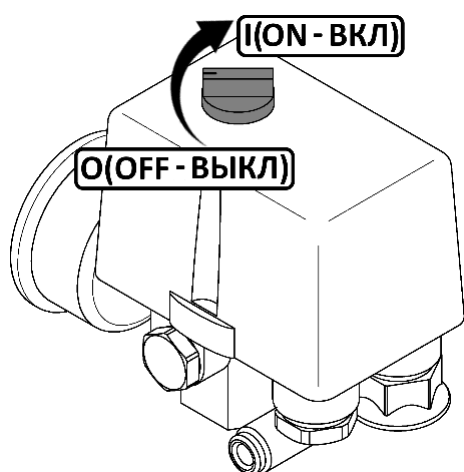
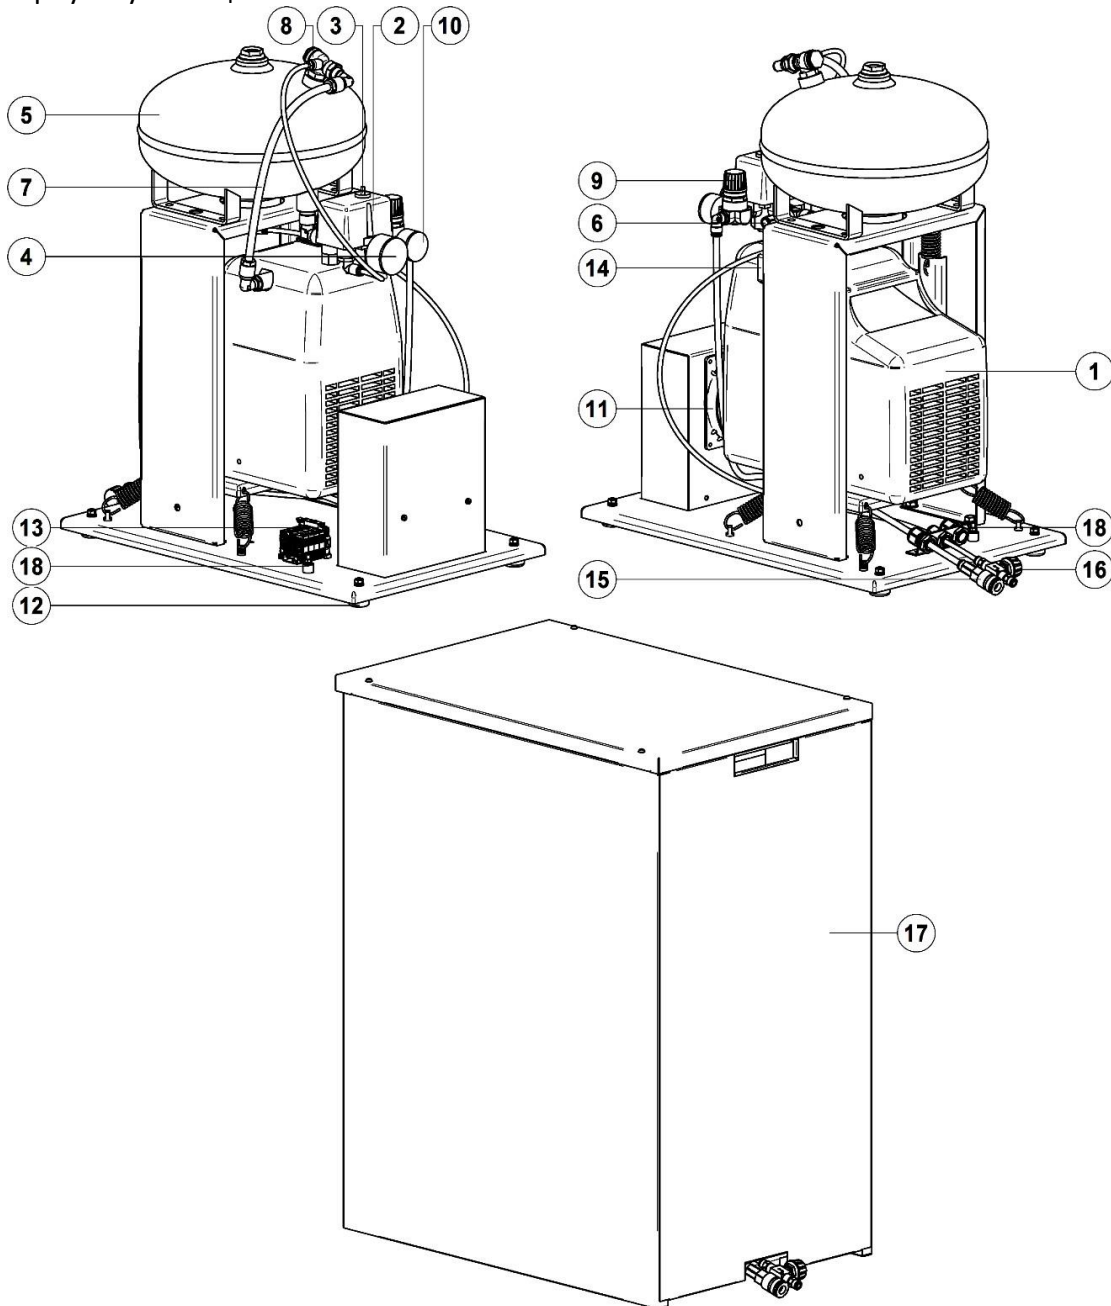

Рисунок 2
Рисунок 3 - Общий вид компрессора СБ4-8.F114К
- Проверьте, чтобы выключатель на реле давления находился в выключенном положении "O" или "OFF", в зависимости от исполнения (рис. 2).
- Выключить компрессор выключателем **З** на реле давления (рис. 3). Для этого необходимо переключить выключатель в положение "О" или "OFF", в зависимости от исполнения (рис. 2). После этого остановится электродвигатель и произойдет сброс давления из нагнетательного воздухопровода и поршневого блока.
- 1 Переключите выключатель **3** на реле давления (рис. 3) в положение "O" или "OFF", в зависимости от исполнения (рис. 2).
- 2 После того, как блок поршневой **1** остынет до допустимой температуры, включите защиту двигателя, нажав кнопку включения термозащиты **13** (рис. 3).
- Снимите крышку всасывающего фильтра **14** (рис. 3), вывернув винт;